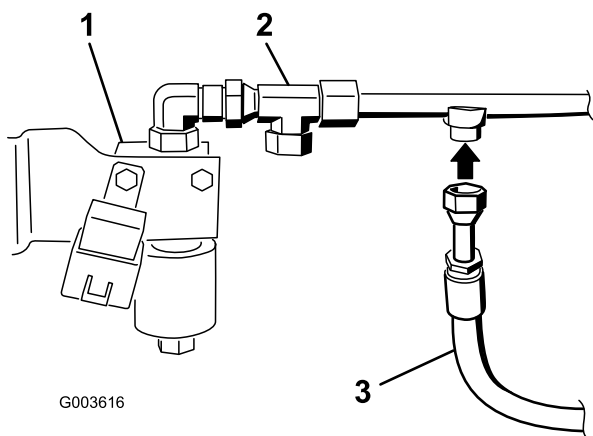

Figure 28
7. Montez le flexible hydraulique avec les raccords sur l'adaptateur en T qui est monté en haut de la vanne (Figure 28).